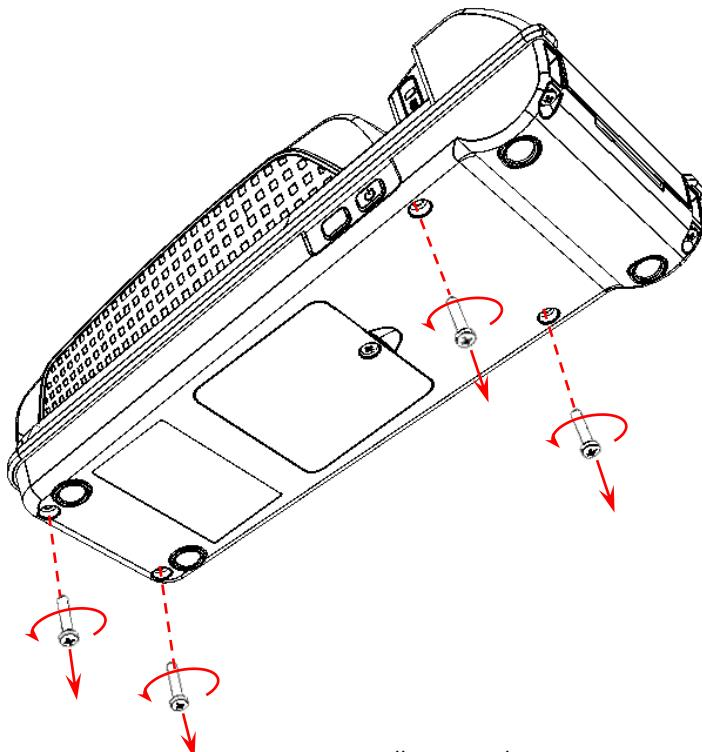

Рисунок 10. Отделение переходной панели (выкрутить винты)
- Продеть FPC-шлейф в проем переходной панели AL.P120.01.002 (см.рисунок 10).
- Закрепить переходную панель на ПинПаде, вкрутив винты крепления (см. рисунок 10).
- Совместить переходную панель (с установленным ПинПадом) с корпусом изделия, при этом необходимо учитывать конструктивные особенности корпуса изделия и переходной панели – стойки и выступ панели должны быть установлены в проемы корпуса изделия (подробнее см. рисунок 10).
- Вкрутить винты крепления переходной панели к корпусу изделия (см. рисунок 10).